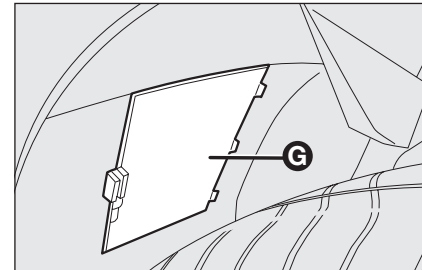

Abb. 13
- ☐ Die Lenkung auf die betreffende Seite vollständig einschlagen, um Zugang zur Klappe **G-Abb. 13** zu erhalten. Die Klappe öffnen und die Halterung aufschrauben.